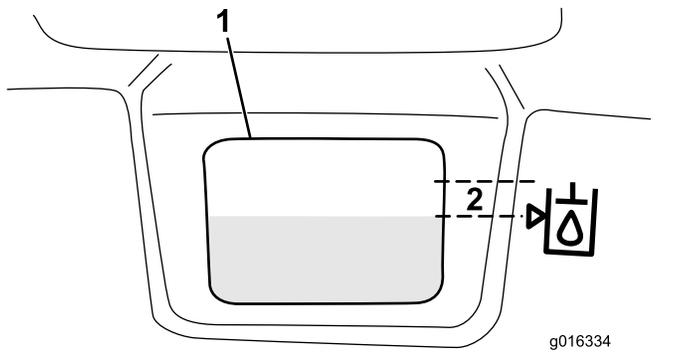

Figura 33
3. Llene lentamente el depósito con aceite hidráulico apropiado hasta que el nivel esté a 0,25" (6 mm) o menos de la flecha del símbolo que está junto a la mirilla blanca de la parte delantera del depósito (Figura 33). No llene demasiado.